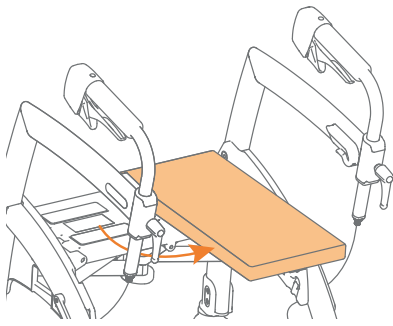

Abbildung 17: Legen Sie das Sitzkissen quer.
- Ziehen Sie das Sitzkissen ab, drehen Sie es um 90 Grad und legen Sie es horizontal an die Seite des roten Hebels (**Abbildung 17**).